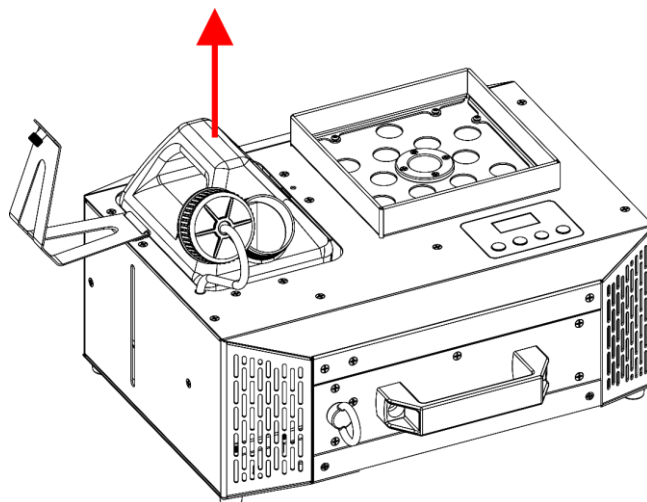

Fig. 31
- 05) Haal de **vloeistoftank (02)** eruit, zoals getoond in Fig. 31.